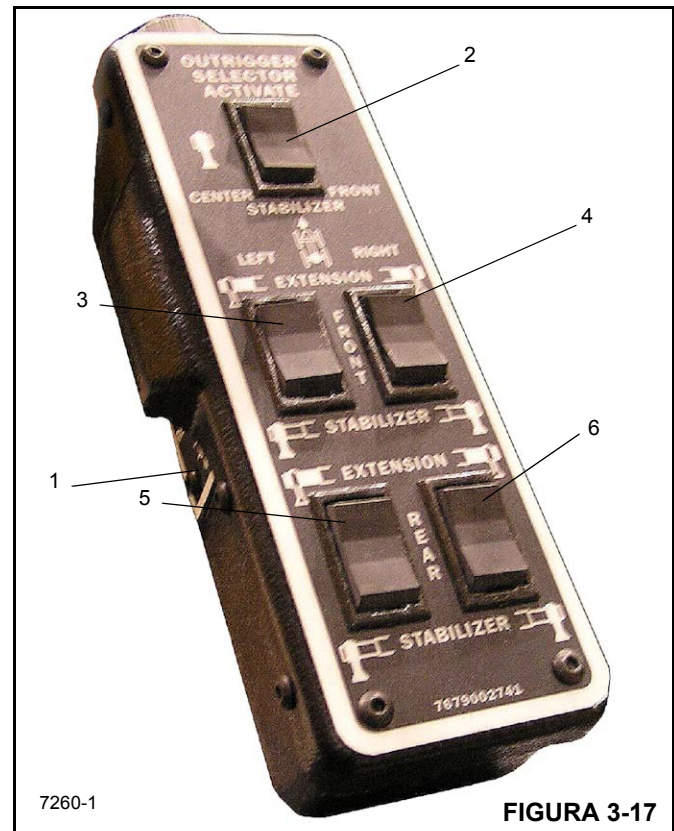

FIGURA 3-17
El interruptor momentáneo de extender/retraer los estabilizadores (1) (Figura 3-17) se encuentra en el lado del controlador. Se debe utilizar en conjunto con los interruptores selectores de estabilizadores para controlar el funcionamiento de los cilindros de estabilizadores y de extensión.